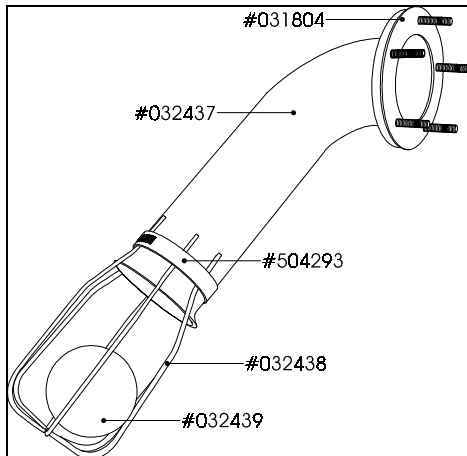

FIGURE 5 : ASSEMBLAGE DU CLAPET ANTI-RETOUR
12. Assembler les clapets anti-retour selon la figure 5.